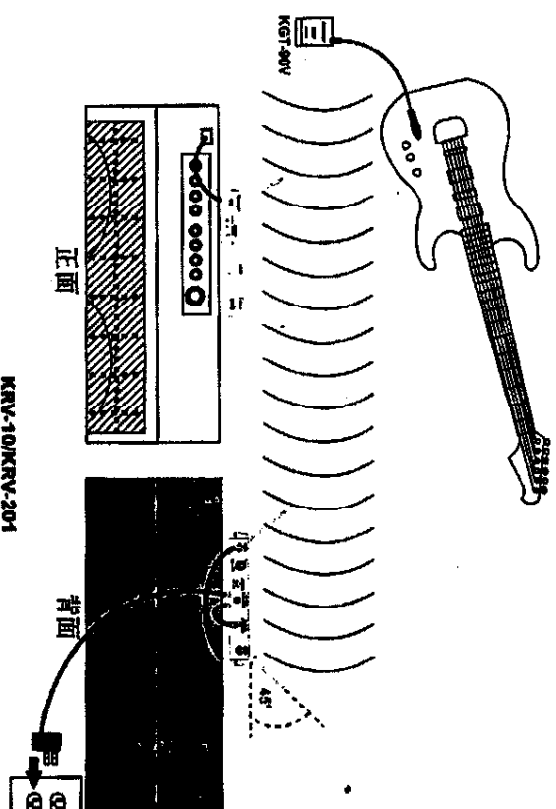

图10
1. 参看图10, 把随机提供的交直流转换器一端插入接收机背后的直流输入连接器, 把转换器的电缆线夹人固定扣。适用机型KRV-10\*, 把其另一端插入墙壁插座或其他交流电源 (HD41N110使用220伏/50赫电源, HD41N110E使用120伏/60赫电源), 推动接收机正面电源开关, 电源灯发红光。